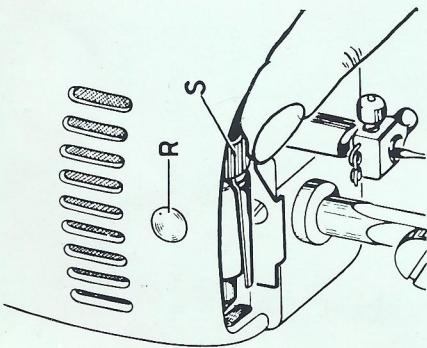

Fig. 24
En las máquinas accionadas eléctricamente, la iluminación puede eliminarse girando la pantalla « S » (fig. 24).
- Llevar el interruptor « Z » (fig. 23) a la posición « L ». La señal roja « R » (fig. 24) se iluminará,